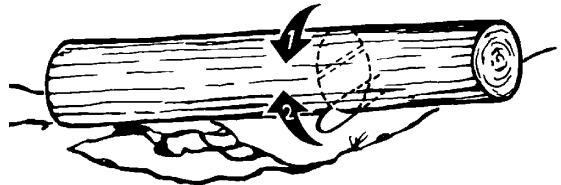

Fig. 15
3. Tronco apoyado en ambos extremos: Primero, Leñe por arriba 1/3 del diámetro del tronco para evitar astillamiento. Segundo, leñe por abajo para encontrar el primer corte y evitar el pellizcado (Fig. 15).